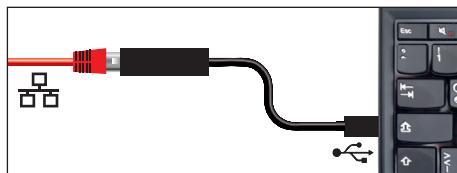

Bild 6 Konverter Ethernet–USB
- ▶ Konverter Ethernet–USB (Bild 6). Gör det möjligt att koppla enhetens nätverksanslutning (se sidan 12) till USB-anslutningen på en PC/laptop.